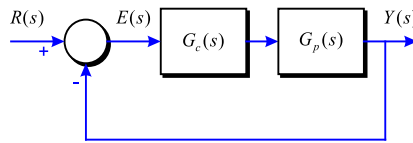

Figura 3-40
es mostra a la Figura 3-40.
**Problema 97** Un sistema de control amb un procés tipus 0 i un controlador PID es mostra a la Figura 3-40. Amb: